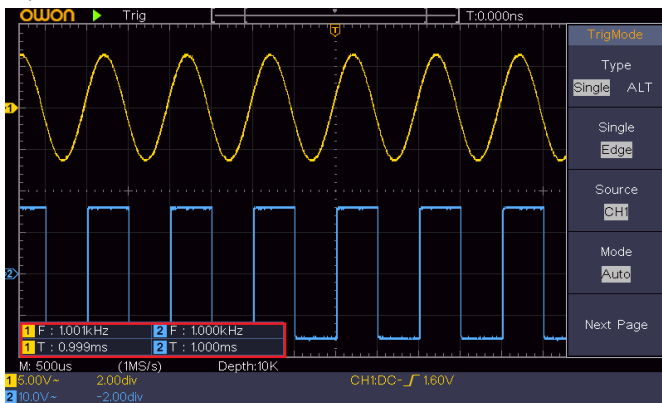

Рисунок 6.1. Измерение частоты и периода заданного сигнала
- После этого значения периода и частоты, будут автоматически отображаться в левом нижнем углу дисплея (см. рисунок 6.1).